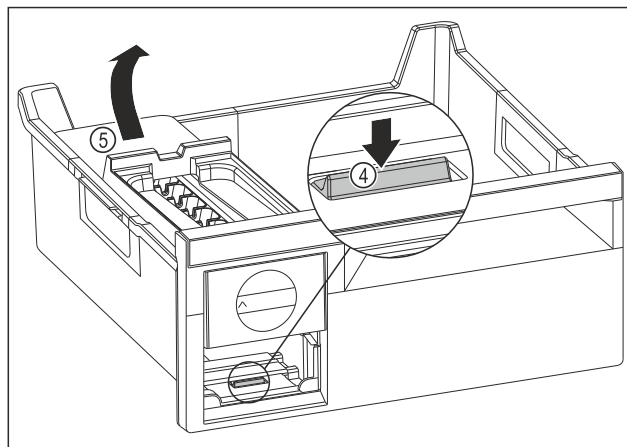

Fig. 104
- ▶ Извлеките корпус EasyTwist-Ice: Надавите пальцем вниз на накладку Fig. 104 (4) и одновременно другой рукой поднимите корпус EasyTwist-Ice Fig. 104 (5) сзади.